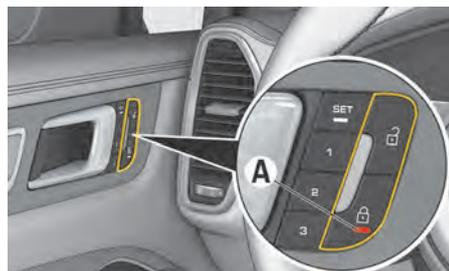

図. 27 ドアパネルのセントラルロックボタン
1. ドアハンドルの近接センサー A(図. 27)に2秒以内に2回触れてください。
▶ すべてのドアとリヤリッドがロックされます。フィラーフラップはロックされません。インジケーターライト A(図. 27) が点灯します。